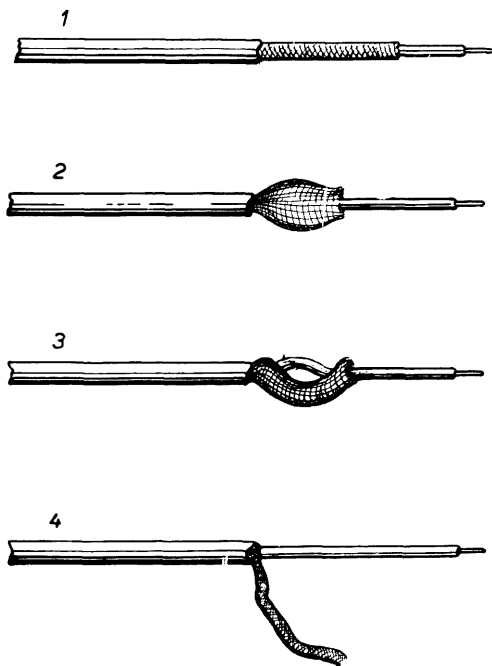

Fig. 17.12. - La calza metallica del cavetto schermato va saldata a massa. La figura indica come va liberato un tratto della calza metallica.
h) SALDATURA DI CAVETTO SCHERMATO A MASSA. — A volte si tratta di collegare a massa un cavetto schermato, ossia provvisto di calza metallica interna. Occorre anzitutto poter disporre di un tratto della sola calza metallica. Procedere come indica la fig. 17.12. In (1) è indicato